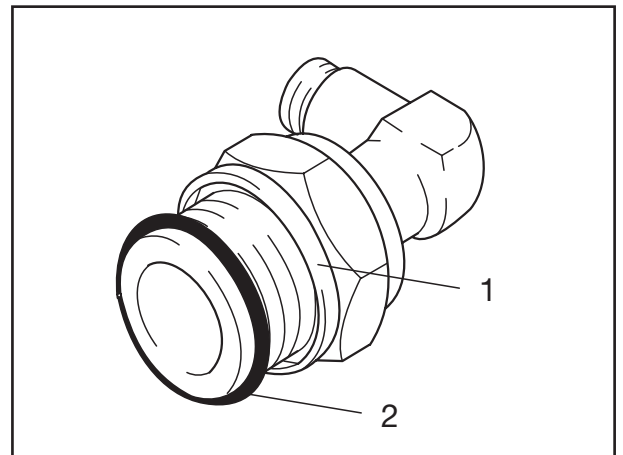

Fig. 5
- [9] Druckring (Fig. 5/1) mit der glatten Fläche voran, dann neuen O-Ring (Fig. 5/2) über das Gewinde der Verschraubung schieben.
[9] Push thrust ring (Fig. 5/1) with smooth face first over the thread of the coupling, then push on new O-ring (Fig. 5/2).
[9] Placer la bague de pression (fig. 5/1) sur le raccord fileté avec la surface lisse à l'avant puis le nouveau joint torique (fig. 5/2).